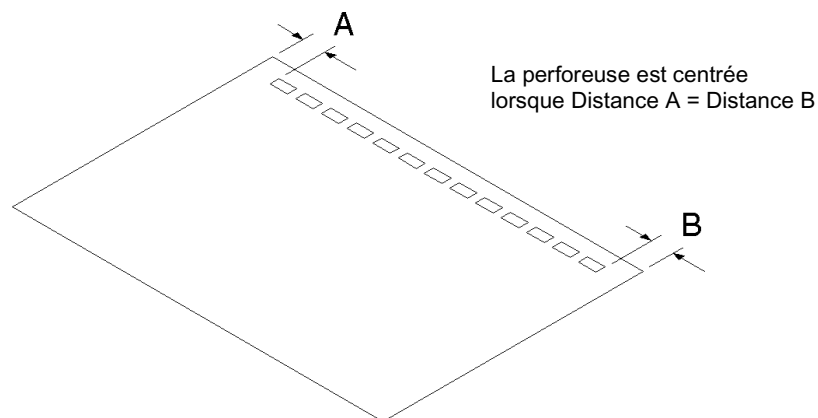

Figure 2-5: Vérification du placement des perforations
- 8 Vérifiez le placement des perforations, voir Figure 2-5.